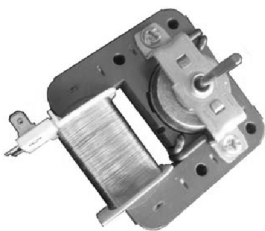

图 5-60 风扇电动机
5) 若风扇叶片良好, 则检查风扇电动机 (见图 5-60) 是否损坏。